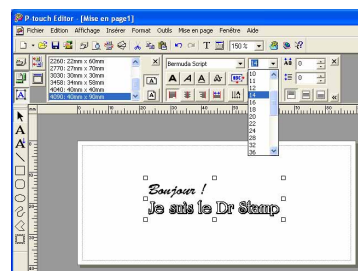

figure 8
- 3 Dans la liste déroulante « Taille », sélectionnez la taille de caractère souhaitée (voir la figure 8).